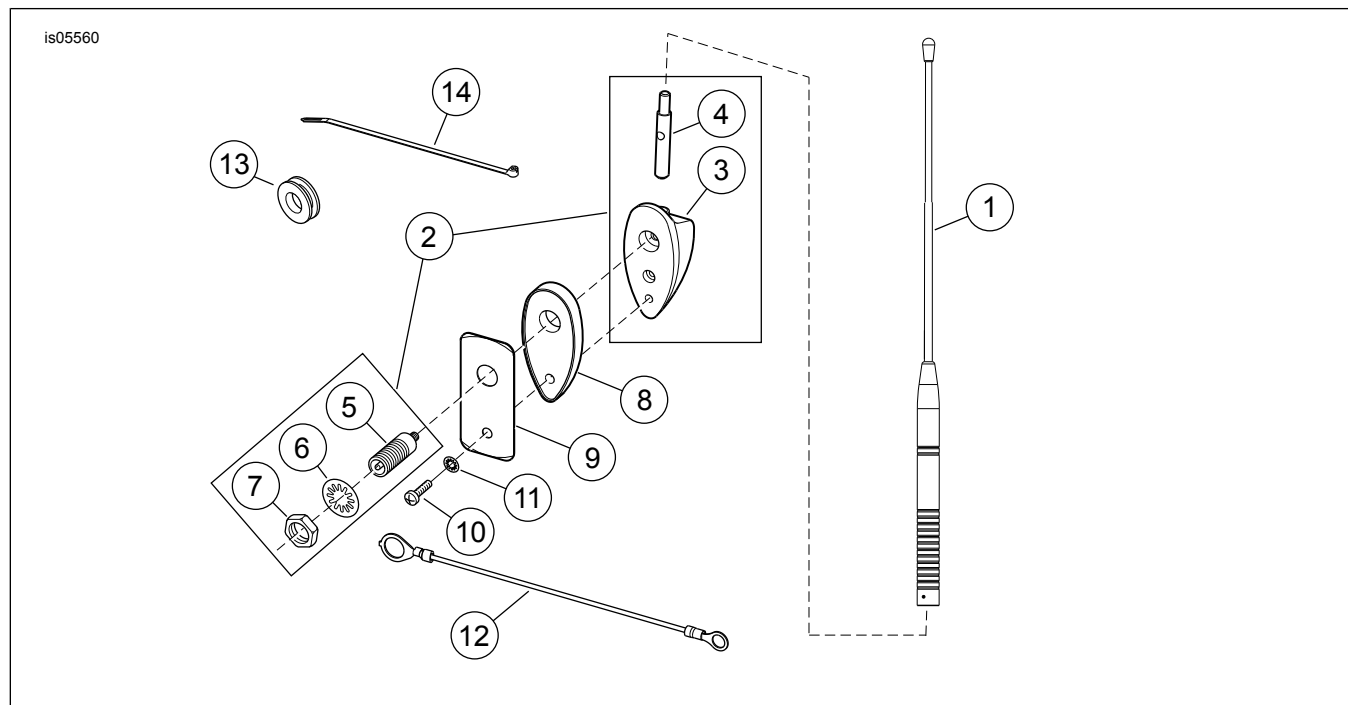

Abbildung 4. Ersatzteile: AM/FM-Antenne für Tour-Pak-Befestigung
Siehe Abbildung 4 und Tabelle 1.
1. Siehe Abbildung 4. Die Antennensockelbaugruppe (2) aus dem Satz entnehmen. Die Sechskantmutter (7) und die innenverzahnte Sicherungsscheibe (6) vom Schraubverbinder (5) am Sockel entfernen.
2. Sockeldichtung (8) und Antennensockel zusammenbauen.
3. Die Sockelbaugruppe (1) mit nach **oben** gerichtetem Antennenansatz auf die in die Außenrückwand des Tour-Pak gebohrten Löcher ausrichten. Der Schraubverbinder (5) muss durch das größere (obere) Loch hindurch gesteckt werden.
4. Die Antennenverstärkungsplatte (9) von der Innenseite des Tour-Pak aus in Position bringen. Das Massekabel (12) aus dem Satz entnehmen und die große Kabelöse auf den Schraubverbinder stecken. Das Massekabel mit der Sechskantmutter (7) und der Sicherungsscheibe (6) am Schraubverbinder anbringen, jedoch noch nicht festziehen.
6. Die TORX®-Schraube (10) mit der kleinen Sicherungsscheibe (11) durch das kleinere (untere) Loch der Antennenversteifungsplatte hindurch in den Antennensockel eindrehen. Die Schraube fest anziehen. Die Sechskantmutter sicher anziehen.
7. Die Antennenmastbaugruppe (1) auf den Antennensockeladapter schrauben.